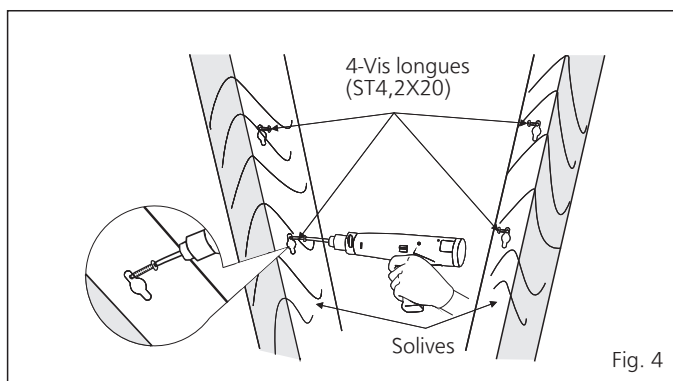

Fig. 4
4. Fixez quatre longues vis (ST4,2X20) partiellement dans les solives au niveau des quatre emplacements marqués. (Voir Fig. 4)